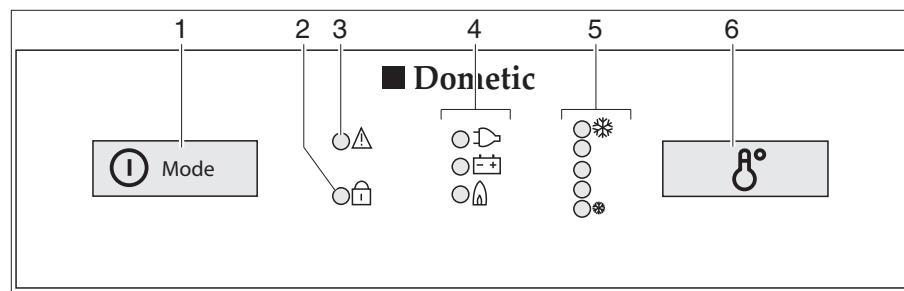

Fig. 352 Boutons de commande pour le réfrigérateur (Dometic Série 8 avec SMSE)
- Appuyer sur le commutateur/sélecteur de source d'énergie (Fig. 352,1) pendant 2 secondes pour mettre l'appareil en marche. La DEL du dernier mode de fonctionnement sélectionné s'allume.
- Si nécessaire, appuyer brièvement plusieurs fois sur le commutateur/sélecteur de source d'énergie (Fig. 352,1) jusqu'à ce que le voyant de contrôle gaz "  " s'allume. L'arrivée de gaz est ouverte. L'allumage s'effectue de manière automatique. Un tic-tac est distinctement perceptible jusqu'à ce que la procédure d'allumage soit effectuée avec succès.
- Régler la température de réfrigération avec l'interrupteur réglage de la température (Fig. 352,6).
- Si nécessaire, appuyer brièvement plusieurs fois sur le commutateur/sélecteur de source d'énergie (Fig. 352,1) jusqu'à ce que le voyant de contrôle 230 V "⚡" s'allume.
- Si nécessaire, appuyer brièvement plusieurs fois sur le commutateur/sélecteur de source d'énergie (Fig. 352,1) jusqu'à ce que le voyant de contrôle 12 V "⊖" s'allume.